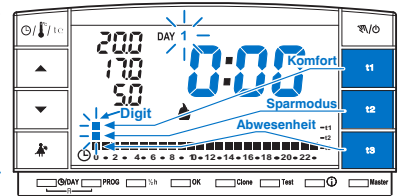

Abb. 9
Auf Display erscheinen die beiden aufblinkenden Digits für t1 und t2 bezogen auf die Stunde **0:00** und die Ziffer 1 für den ersten Tag der Woche **Montag** (Abb. 9).
- Bestätigen Sie Auswahl der Temperatur und der Stunde (blinkendes Digit) durch Drücken der entsprechenden Taste (t1, t2 und t3) (Abb. 9).